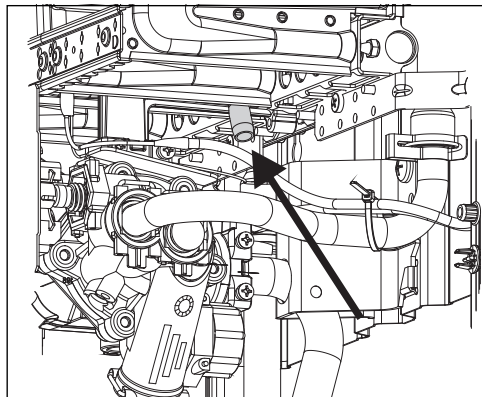

Fig. 11 Vis de pression
- Dévisser la vis de pression (Fig. 11).